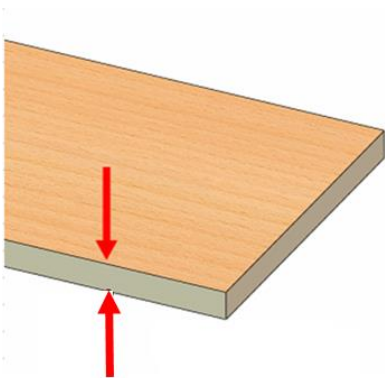

Fig1
- Werkstückdicke messen (Fig1)